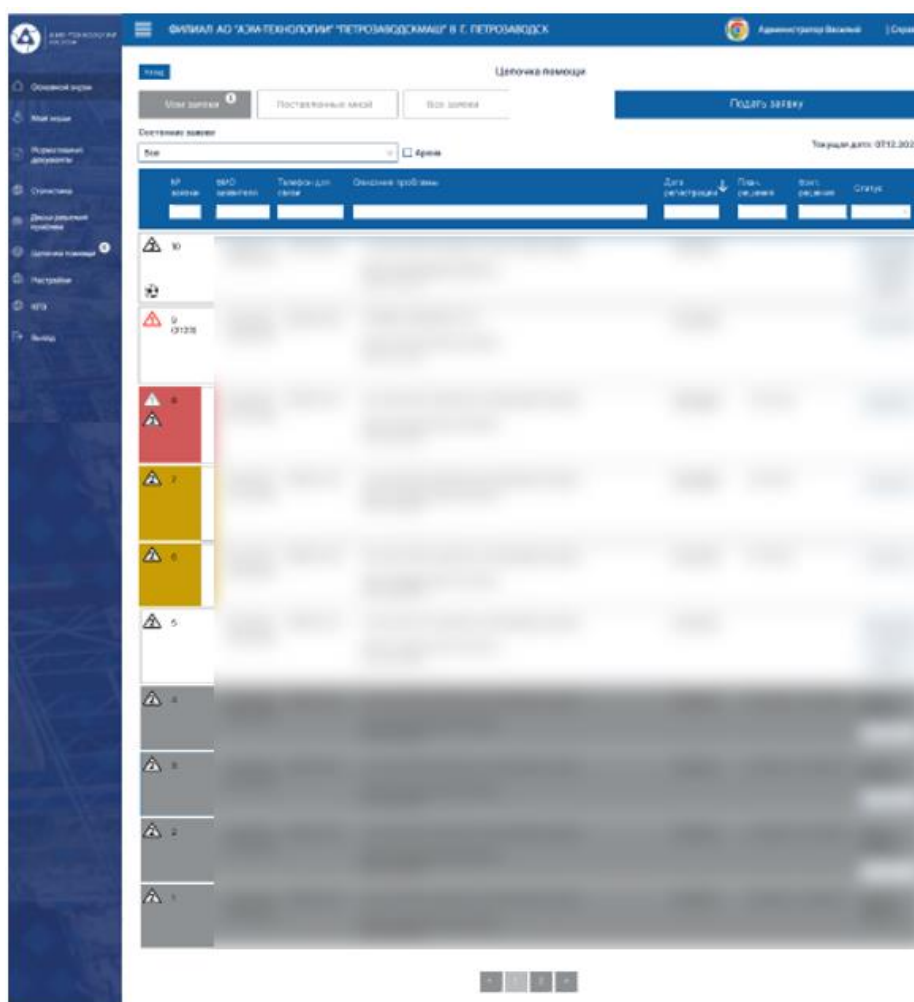

Рисунок 3.15
- Просмотр во вкладке «Мои заявки» заявок, которые назначены на текущего авторизованного сотрудника (если задача назначена на руководителя) с возможностью отметить их выполнение при нажатии на кнопку «Выполнено» (Рисунок 3.15);